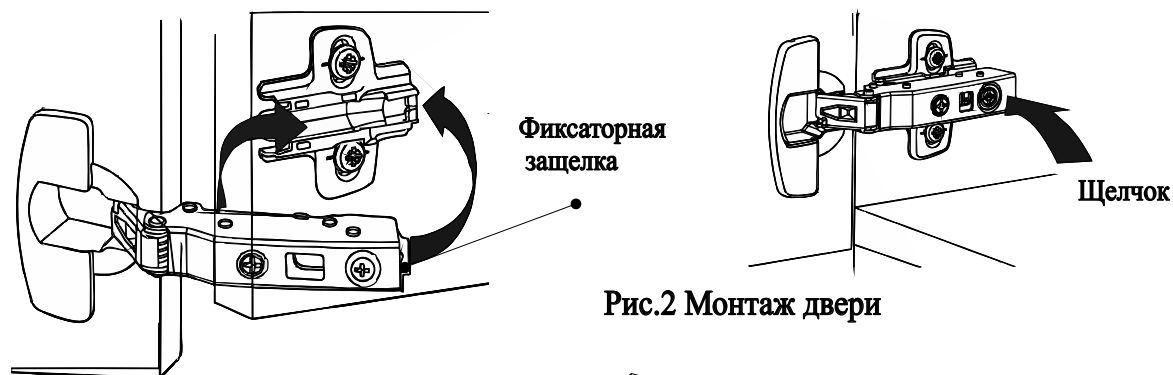

Рис.2 Монтаж двери
- 3) Соединить петлю и монтажную планку согласно рис.2